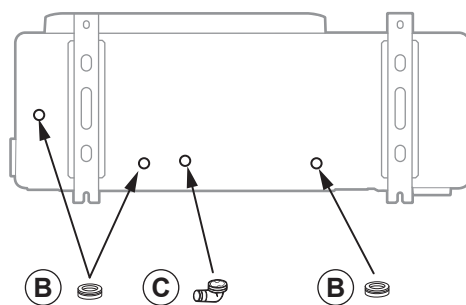

fig. 18 - Pose de l'unité extérieure, évacuation des condensats
- En fonctionnement, de l'eau peut s'évacuer de l'unité extérieure. Ne pas installer l'appareil sur une terrasse, mais préférer un endroit drainé (lit de graviers ou sable). Si l'installation est réalisée dans une région où la température peut être inférieure à 0°C pendant une longue période, vérifier que la présence de glace ne présente aucun danger. Il est aussi possible de raccorder un tuyau d'évacuation sur le bac de récupération de condensats (option) (fig. 18).
L'unité extérieure doit être surélevée d'au moins 50 mm par rapport au sol. Dans les régions enneigées, cette hauteur doit être augmentée mais ne pas dépasser 1.5 m (fig. 18).